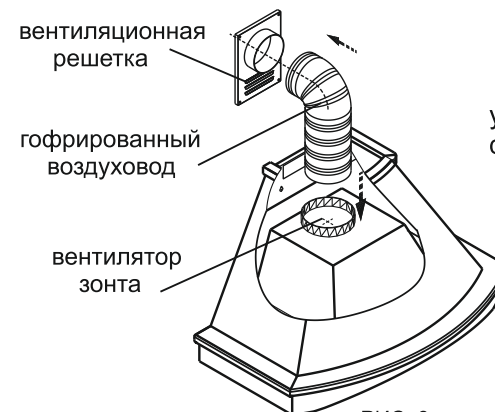
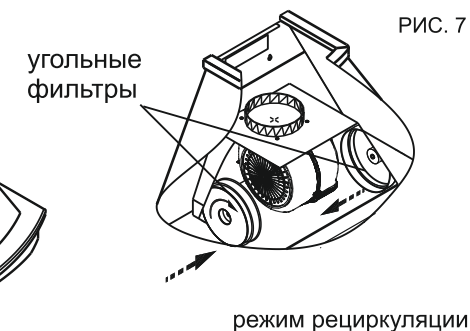

РИС. 8
РИС. 9
6.3 В зависимости от режима эксплуатации зонта (для всех моделей) соедините вентилятор с вентиляционной решеткой полужестким гофрированным воздуховодом (рис. 8) или установите на вентилятор угольные фильтры (рис. 9).